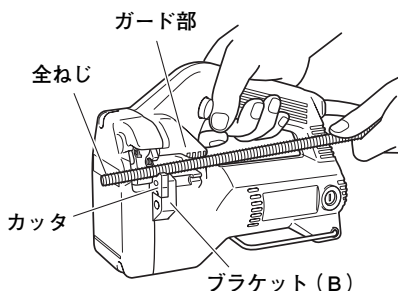

図 6
- 短い全ねじを切断するときなど、本体のガード部（図6参照）と全ねじのすき間など、本体と全ねじのすき間に指をはさまないように注意してください。
- (2) 図6のように、切断する全ねじをブラケット (B) 側のカッタに、ねじ山が正しくかみ合うようにセットします。
- (3) スイッチ引金をいっぱい引いて全ねじを切断します。
- (4) 切断後、ブラケット (A) が上方に上がりきったとき、スイッチを切りますとカッタが開いた状態で停止し、次の作業がしやすくなります。